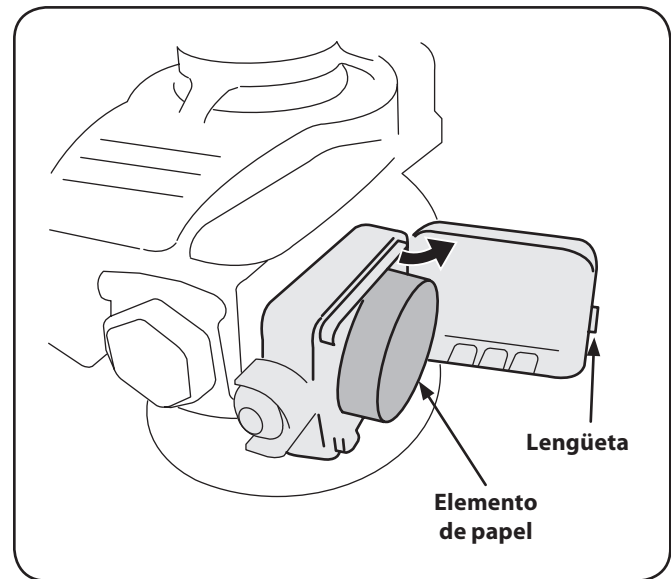

Figura 6-4
1. Quite el filtro de aire, apretando la frente y el dorso para liberar la lengüeta en la parte delantera de la cubierta del mismo. Véase la figura. 6-4. Limpieza de espuma o sustituir los elementos deteriorados.